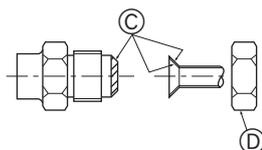

Fig. 5-6
Ⓐ (Fig. 5-6)
Ⓑ (Fig. 5-6)
5.5. Aansluiten van de pijpen (Fig. 5-6)